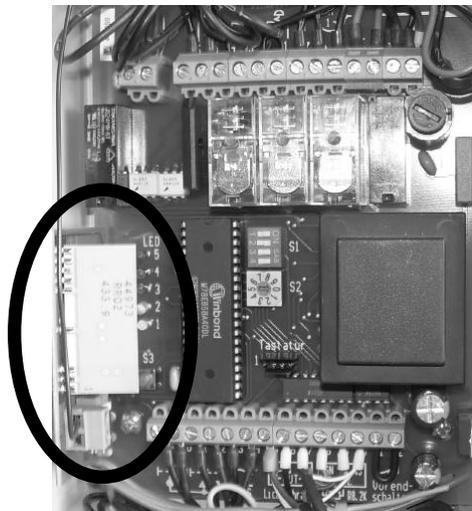

Abb. 2: Aufgesteckte Funkplatine mts200/02 / mts400/02
- Die Einstell- und Anzeigeelemente müssen nach innen zeigen (Abb. 2).